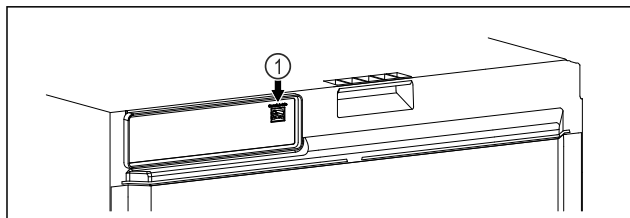

Fig. 114
- ☐ SmartModule Fig. 114 (1) on asetettu paikoilleen.